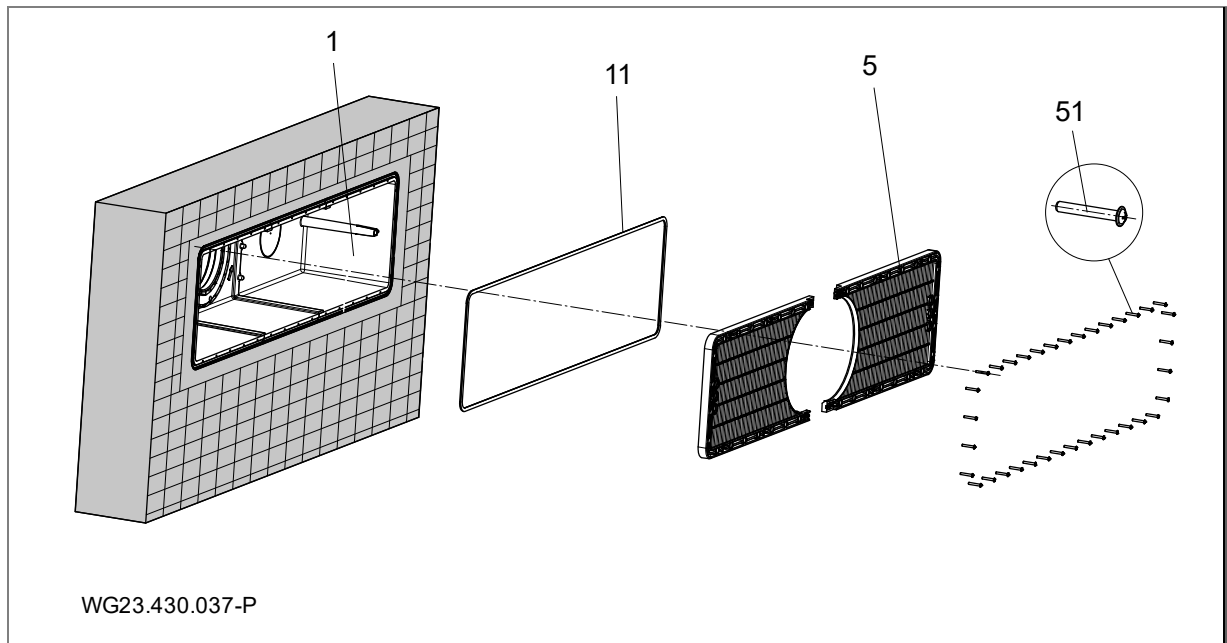

Fig. 8
Per l'impermeabilizzazione della parete in calcestruzzo, si consiglia di creare un anello circonfferenziale di resina epossidica/sabbia di quarzo sulla parete esterna dell'alloggiamento (1) sul lato della vasca. Vedere "Fig. 8" a pagina 17.